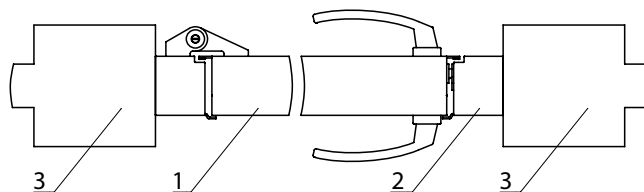

Рис. 42. Калитка (встроенный тип монтажа, вид открывания наружу, направление открывания вправо):
- встроенный монтаж, открывание наружу (рис. 42);